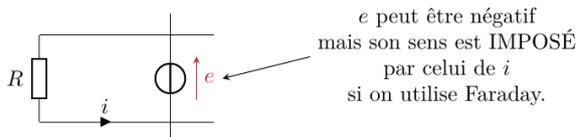

Figure 1 – Schéma électrique équivalent aux rails de Laplace moteur.
- **Équation électrique** : voir figure 1.